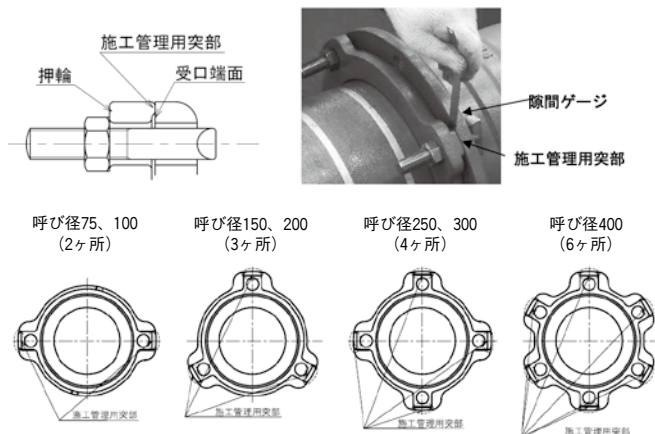

図35 締め付け完了の状態
(2) 締め付け完了後、図35に示すように押輪の施工管理用突部と受口端面に隙間がないことを隙間ゲージ（厚さ0.5mm）で確認する。
押輪、ゴム輪、T頭ボルトおよびナットを異形管と同じ要領で接合する。T頭ボルト・ナットの締め付け完了後、図35 (P32) に示すように押輪の施工管理用突部と受口端面に隙間がないことを隙間ゲージで確認する。